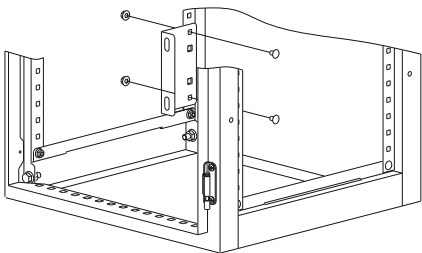

Рисунок 21
15.1 Приложите Кронштейн шин с внутренней стороны боковой поверхности задней стойки корпуса. Вставьте по очереди в квадратные отверстия два болта М6х10 и закрепите гайками М6 (рисунок 21). Момент затяжки 5 Н·м.